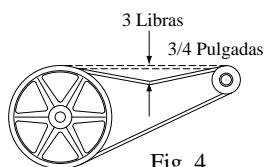

Fig. 4
- Compruebe la tensión de la correa.** Esto se aplica solamente al modelo RMMB14 que tiene una correa. Los modelos MMB10 y RMMB12 tienen motores de transmisiones directas sin correas. Una fuerza de 3 libras debe desviar la correa 3/4 pulgadas (véase fig. 4). Ajuste la correa si es necesario. Compruebe el correa para saber si hay grietas o desgaste y reemplácela si es necesario.